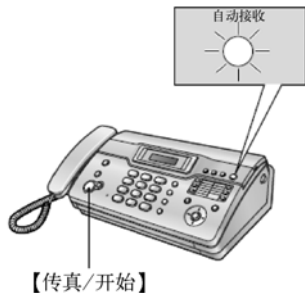

图 3-19 【自动接收】指示灯点亮
① 答录/传真方式（TAM/FAX）。若需要传真机用做电话答录机应答电话和自动接收传真，则选择“答录/传真 TAM/FAX”方式，具体步骤如下：
- 本机上的【自动接收】指示灯点亮，如图 3-19 所示。
② 仅传真方式（FAX ONLY）。若已另有一条分开的电话线路，传真机只用于传真，则选择“传真 FAX